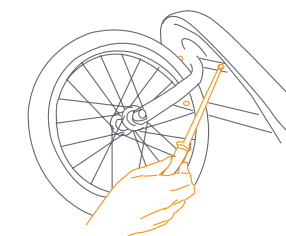

Fig. 7d
- Insert the 4 screws through the underside of the front frame assembly into the front fender's plastic tubes. Tighten the screws only until snug (Fig. 7d). **DO NOT OVER TIGHTEN.**
- Introduzca los 4 tornillos por debajo del armazón delantero en los tubos plásticos del guardabarros delantero. Ajuste bien los tornillos sin forzarlos (Fig. 7d).